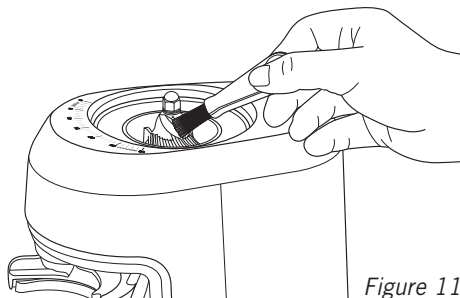

Figure 11
6. Nettoyez la cartouche et la meule inférieure à l'aide de la brosse de nettoyage fournie (située sous le bac de débordement). Voir figure 11.